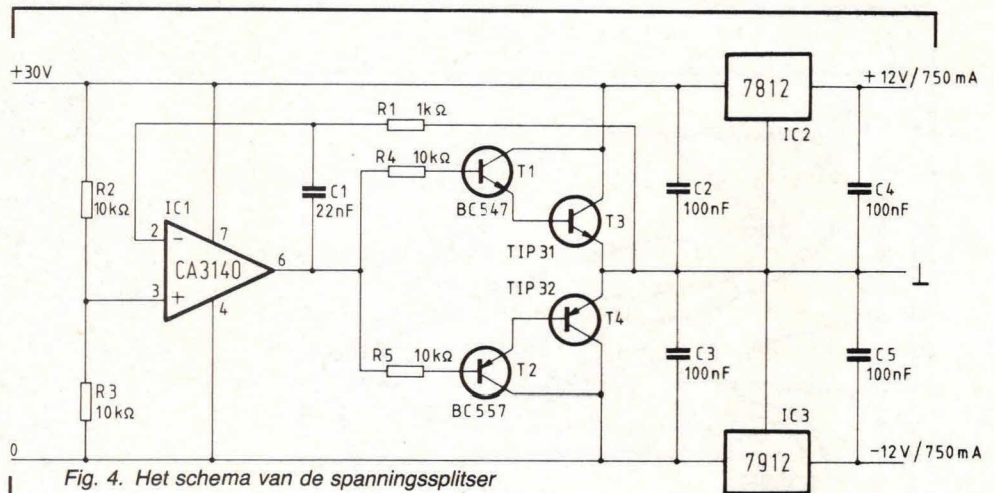

Fig. 4. Het schema van de spanningsplitser
N.B. Faseverschuiving is het tijdsverschil tussen in- en uitgangssignaal. In een fasekarakteristiek wordt deze faseverschuiving gegeven voor iedere frequentie. Dit oscilleren is te voorkomen door die frequentie tegen te houden met een filter. In het totale schema (fig. 4) wordt dit filter, te weten een 'laagdoorlatend filter', gevormd door R1 en C1. Dit filter snijdt frequenties af die boven de 7500 Hz liggen. Het geheel is nu wel wat trager geworden voor verstoringen die optreden aan de uitgang, het 'kunstmatige nulpunt' dus.